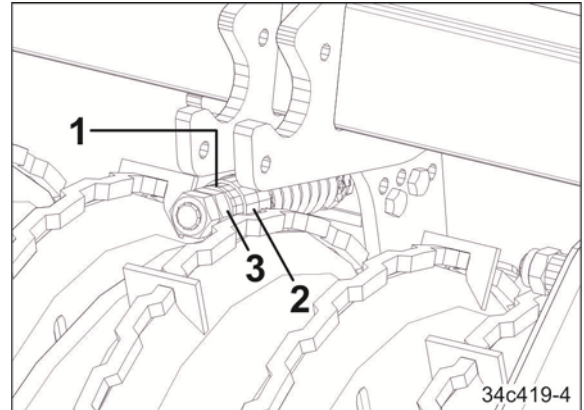

図 165
2. 1 個～ 2 個のシム（図 165/1）をブシュ（図 165/2）と六角ナット（図 165/3）の間に設置します。